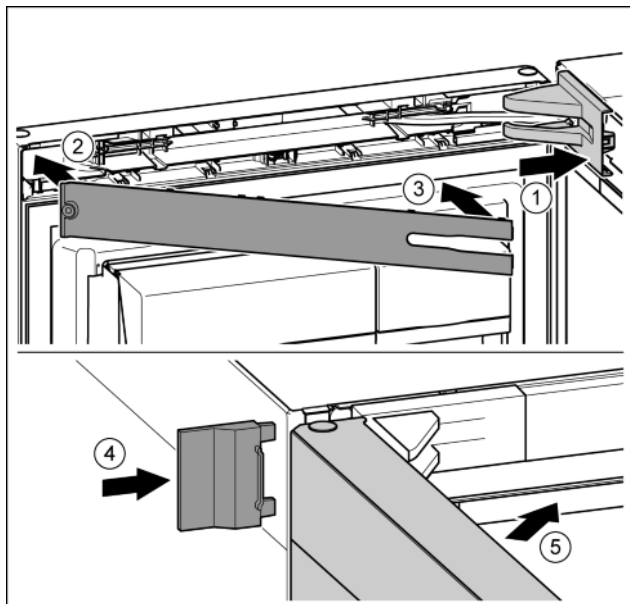

Fig. 21
- Крышку опорного кронштейна установить и зафиксировать, при необходимости, осторожно разжать. Fig. 21 (1)
- Установить накладку. Fig. 21 (2)
- Наклонить и защелкнуть накладку. Fig. 21 (3)
- Надвинуть внешнюю крышку. Fig. 21 (4)
- Закройте верхнюю дверь. Fig. 21 (5)